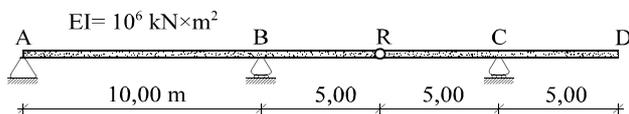

Figura 17
17) Para la viga de la figura 17 (apoyada en A , B y C , y con rótula en R) se pide: